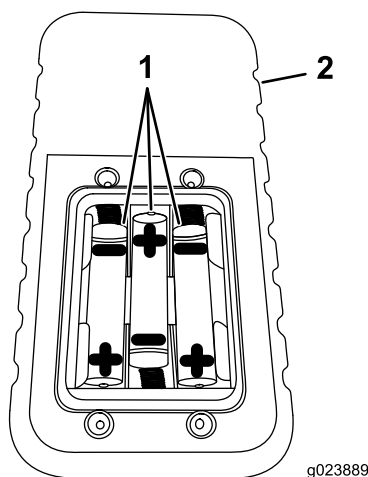

Figura 57
4. Instale 3 baterías AAA nuevas con la orientación indicada en Figura 57.